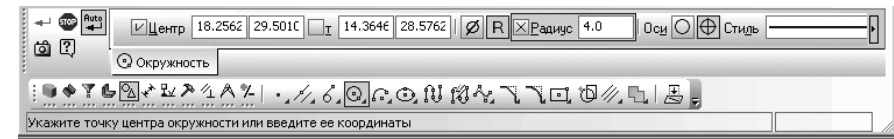

Рис. 2.81. **Панель свойств: Окружность, Компактная панель и Строка сообщений**
- щелкните по кнопке **Радиус**. Появится поле **Радиус** (рис. 2.81).